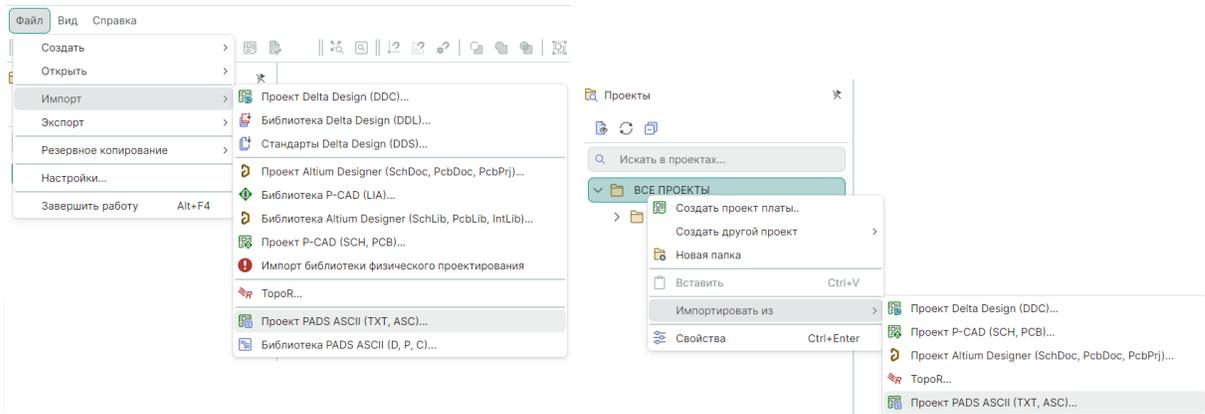

Рис. 15 Вызов мастера импорта проектов
- из контекстного меню, вызванного с выбранного узла функциональной панели «Проекты» → выбранный узел → «Импортировать из» → «Проект PADS ASCII (D, P, C)...», см. Рис. 15.